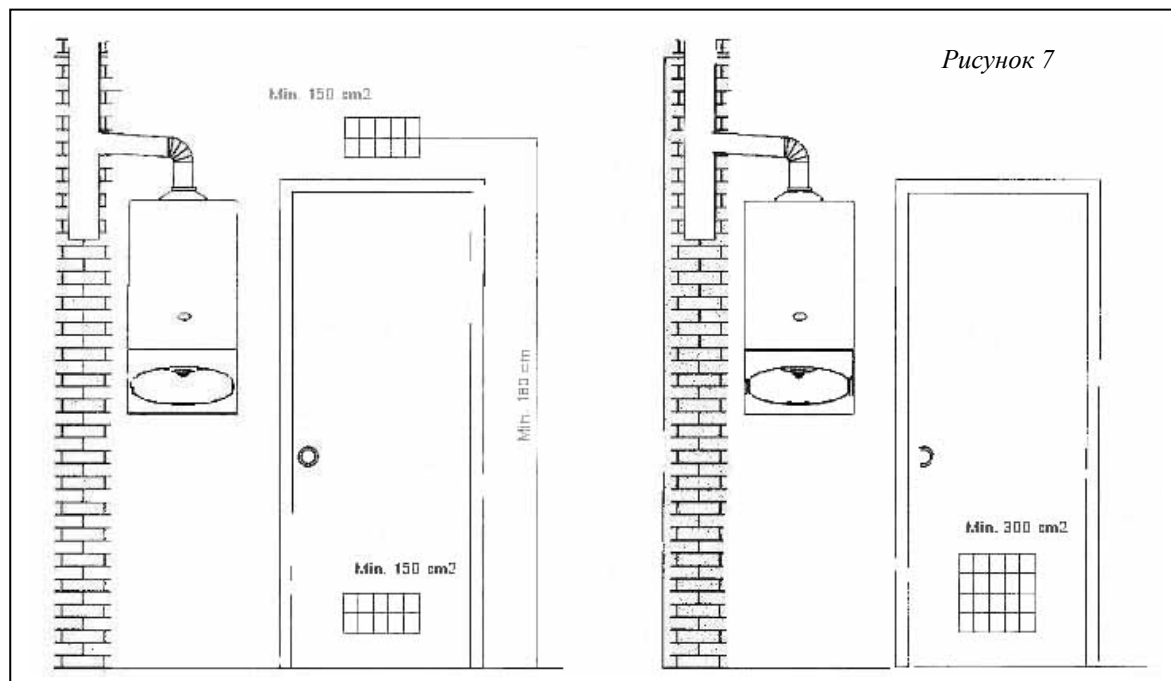

Рисунок 7
- ❑ Его объем не менее 12 м^3 и оно имеет два постоянно открытых наружу (улицу) вентиляционных отверстия, каждое площадью не менее 150 см^2 или одно отверстие площадью не менее 300 см^2 . (Рисунок 7)
- ❑ Вентиляционные отверстия могут быть в окне или в стене. Если имеются два отверстия, то одно должно быть максимально приближено к потолку и располагаться на высоте не менее 180 см от пола, второе – возможно близко к полу. (Рисунок 7)